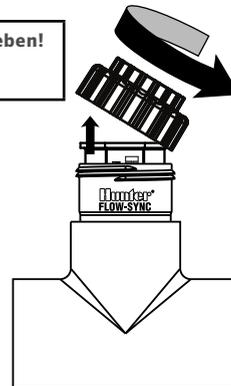

Abbildung 1
2. Die Kappe von der Oberseite des FCT abschrauben (Abbildung 1).